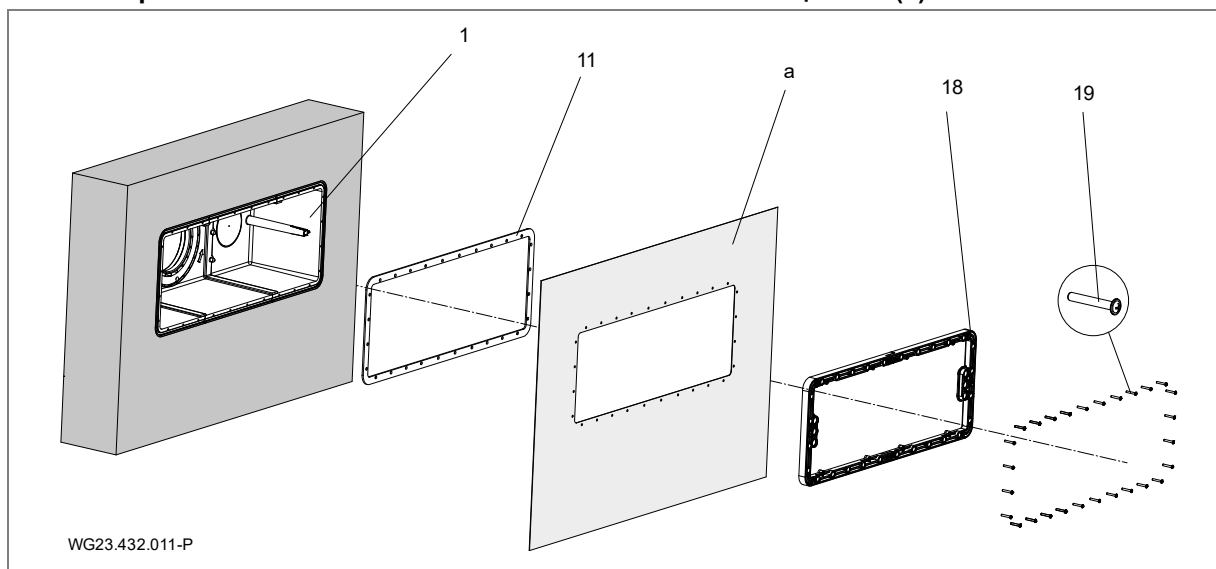

Рис. 7
Для герметизации бетонной стены рекомендуется создать сплошное кольцо из эпоксидной смолы/кварцевого песка на обращенной к стене бассейна внешней стороне корпуса (1). См. "Рис. 7" на стр. 15.